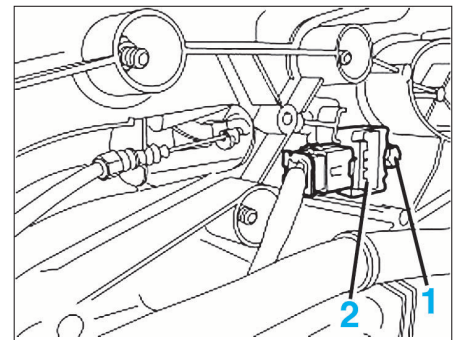

FIG. 27
- Déposer la vis de fixation (1) du capteur (2) (Fig.27).
- Débrancher la connexion électrique du capteur (2).